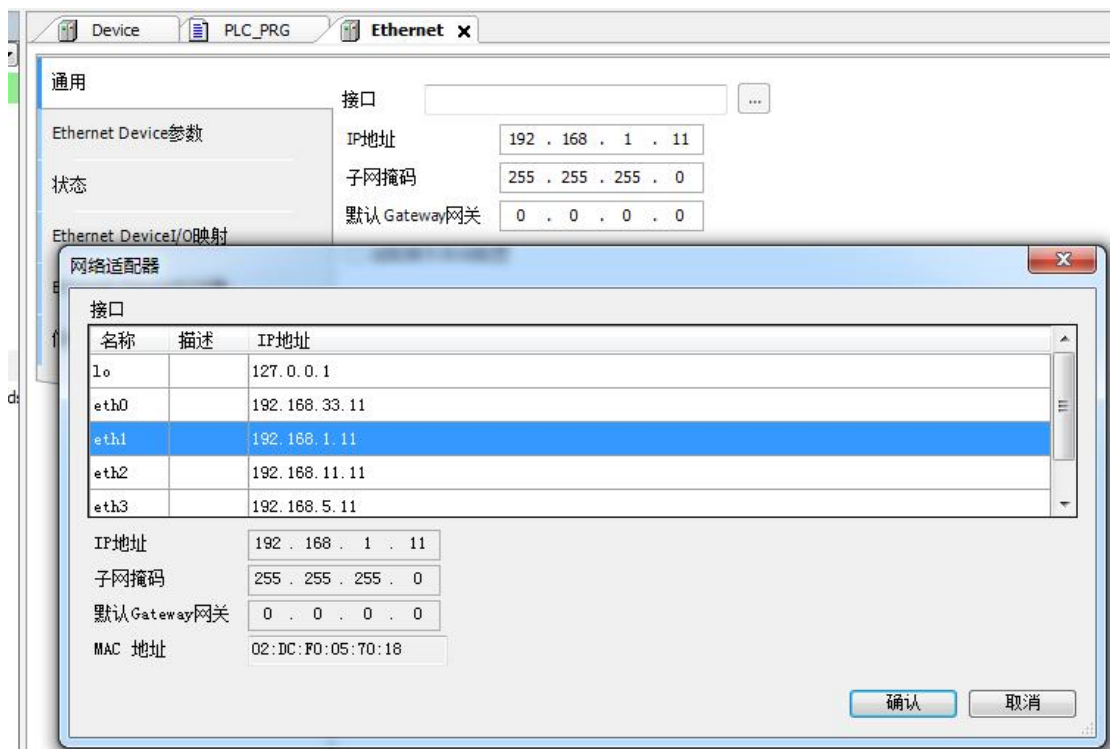
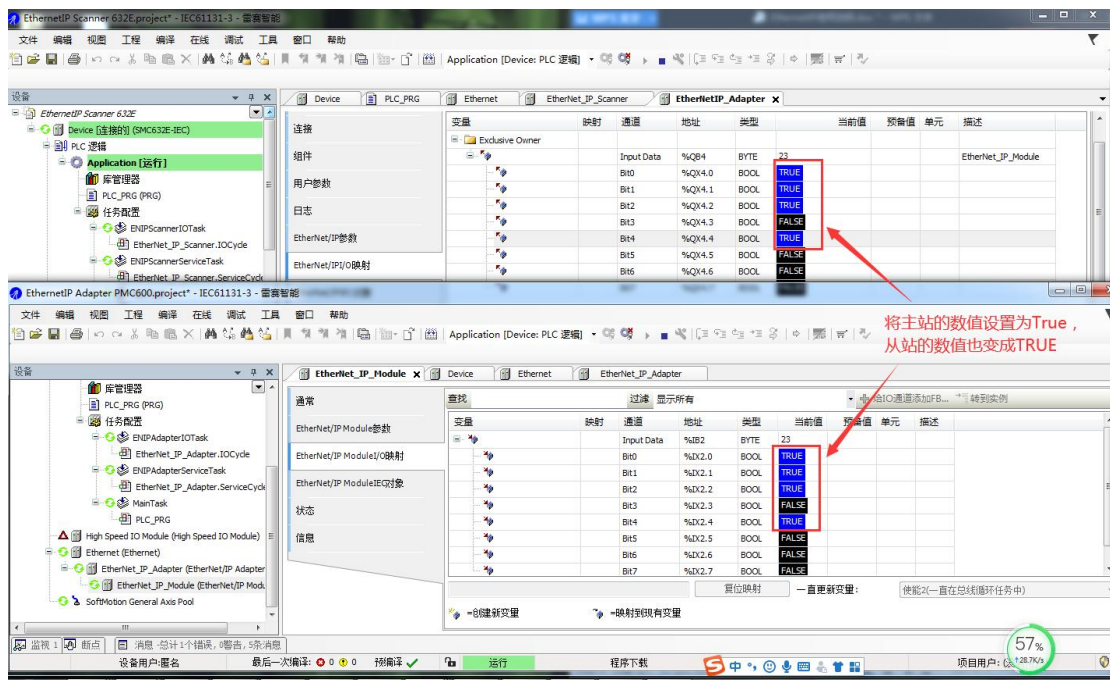

图 13.79 设置 IP 地址
图 13.84 运行结果
2) 鼠标双击 Ethernet 设备，选择所使用的网口，这里用的是 192.168.1.11，然后点击确认，如图 13.79 所示。
如图 13.79 所示，到“EtherNetIP_Adapter”界面下的“EtherNet/IPI/O 映射”栏，将几个变量设置为 True；再回到从站设备，可以看到从站的变量也变成了 True，如图 13.84 所示。